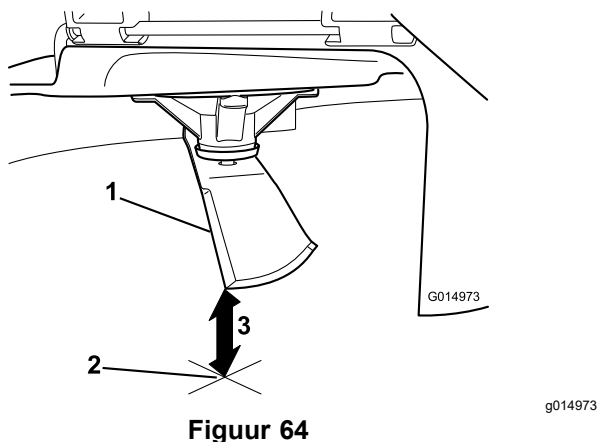

Figuur 63
4. Draai hetzelfde mes 180 graden, zodat de maairand aan de andere kant nu in dezelfde stand staat (Figuur 63).